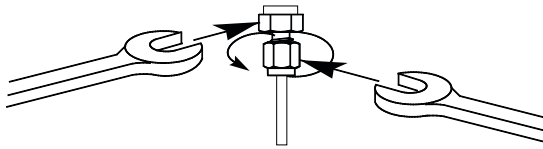

图 12 最终拧紧
- 8 对于 1/8 英寸的 Swagelok 接头，请使用一对 7/16 英寸的扳手将接头拧紧 3/4 圈（图 12）。
对于 1/4 英寸的接头，请使用一对 9/16 英寸的扳手将接头拧紧 1-1/4 圈（图 12）。